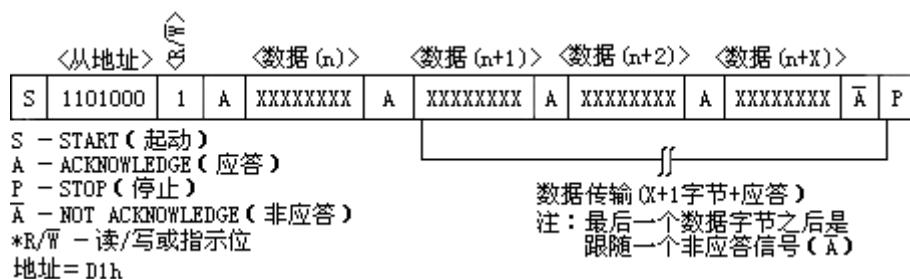

图 7 数据读—从器件发送模式
2、从发送器模式（读 DS1307 模式）对第一个字节的接收和处理，同从接收器模式一样。然而在这种模式中，指示位将指示传输地址是无效的。当 SCL 上有串行时钟输入时，串行数据通过 DS1307 在 SDA 上传输，START（起动）条件和 STOP（停止）条件用于识别串行传输的始末端（见图 7）。在由主器件产生的 START（起动）条件后，DS1307 接收到的第一个字节为器件地址，包含一个 7 位的 DS1307 地址：1101000，跟随在指示位（R/W）之后（此时为读操作，该位为 1）。在接收并译出地址信息后，DS1307 将在 SDA 线上输入一个应答。然后，DS1307 将开始传送以寄存器指针所指定的寄存器地址为起始的数据。如果在读模式初始化前没有写入寄存器指针，则读出的第一个地址是存储在寄存器指针中的最后一个。当要终止读操作时，DS1307 必须接收一个“不应答”。